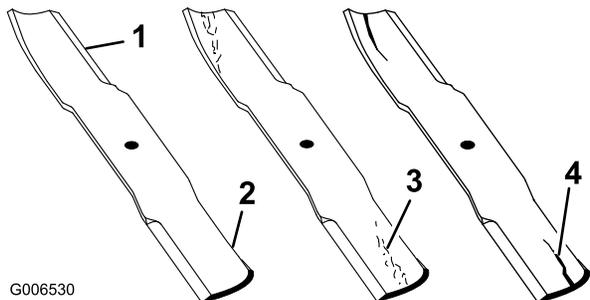

Figura 94
1. Controllate i taglienti (Figura 94). Se i taglienti non sono affilati o mostrano delle tacche, togliete le lame e affilatele. Vedere Affilatura delle lame.
2. Controllate le lame, in particolare l'area curva (Figura 94). In caso di danni, usura o scanalature nell'area (Figura 94), montate immediatamente una nuova lama.